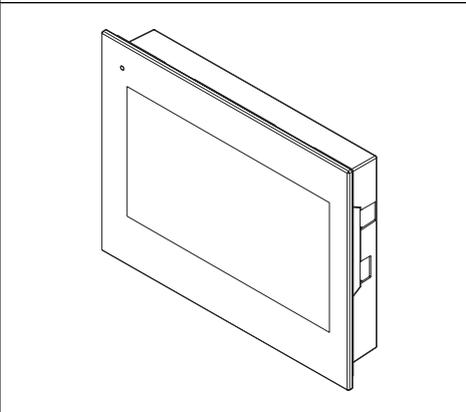

Fig. 8
4. Le vidéophone est installé (**Fig. 8**), alimente le système et vérifie son bon fonctionnement.